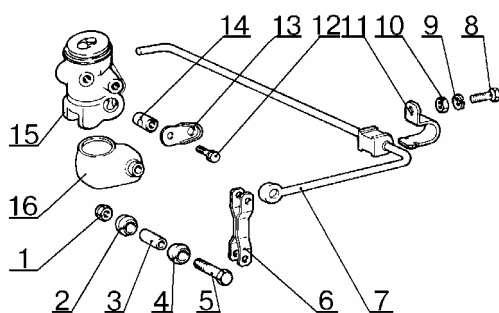

Рис.31.
15.1 Снять регулятор 15, рис. 31, давления тормозов на автомобиле 2101 – 2107 и автомобиле семейства 2121: